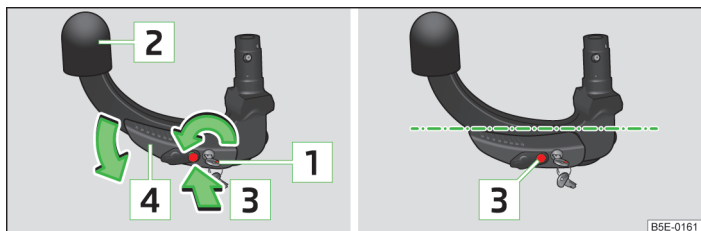

Fig. 147 Réglage de la position de mise en service/position de mise en service
- Faites tourner la clé, de façon à faire apparaître la marque rouge **1** » fig. 147.